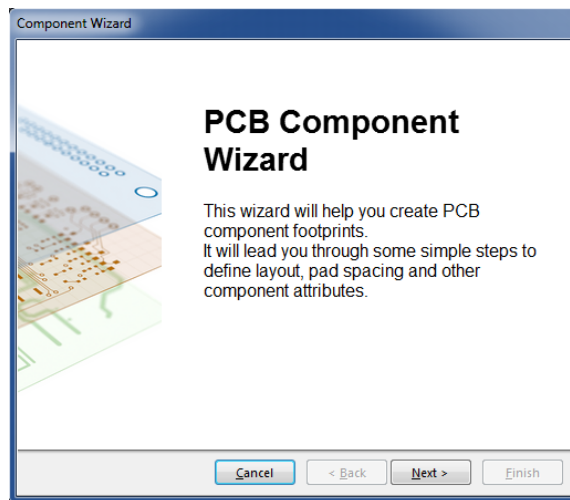

Рис. 3.2
2) Виконайте команду **Tools-Component Wizard**. Відкриється вікно помічника створення компонентів (Рис. 3.2).